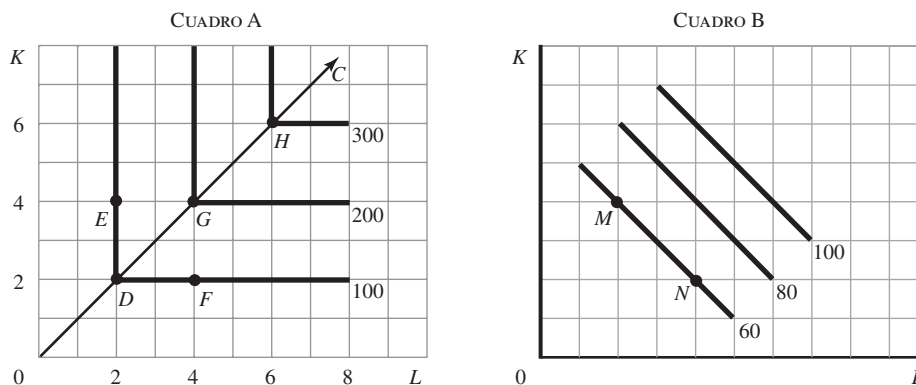

Figura 6-23
En la figura 6.23, las isocuantas del cuadro A muestran $(e \text{ sust.})_{LK}$ de cero y rendimientos constantes a escala. La producción se realiza con $K/L = 1$ con independencia de los precios relativos de los factores. Por tanto, si estos precios cambian, $\Delta(K/L) = 0$ y $(e \text{ sust.})_{LK} = 0$. La empresa utilizará $2K$ y $2L$ para obtener 100 unidades de producción (punto D). Si la empresa utiliza $2K$ y más de $2L$, por ejemplo $4L$, la producción seguiría siendo 100 unidades. De este modo, $PM_L = 0$. En forma semejante, si la empresa utiliza $4K$ y $2L$ (punto E), la producción sería de nuevo 100 unidades. Por tanto, $PM_K = 0$. Si la empresa duplica todos sus insumos (punto G), la producción se duplica. Se tienen así rendimientos constantes a escala. La producción se realiza a lo largo del rayo OC .
- a)* El cuadro B muestra rendimientos constantes a escala. Indica que al duplicar ambos insumos se duplica la producción; si se triplican todos los insumos se triplica el nivel de la producción. Por tanto, $OG = GH = HJ$ (e igual para cualquier rayo desde el origen). Observe que la producción aumenta a lo largo del rayo OE (y la razón K/L no cambia) *siempre* y *cundo los precios relativos de los factores se conserven*. (Compare el cuadro B con el cuadro A de la figura 6-23, donde la razón K/L se fijó tecnológicamente.)